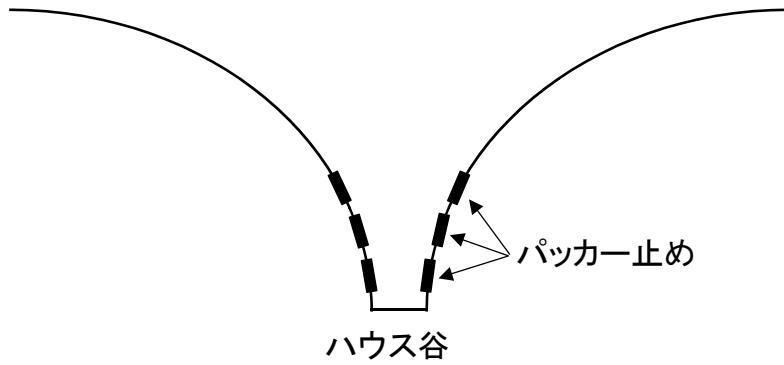

図1 ハウス南側妻面の谷部パッカー止め事例
- 6) フィルムの破損を防止するために妻面の谷部分をパッカー止めする（図1）。